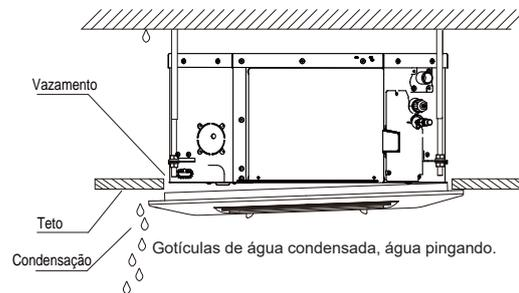

Figura 3.16
- Podem ocorrer vazamentos de ar e água se os parafusos estiverem muito frouxos. Consulte a Figura 3.16.